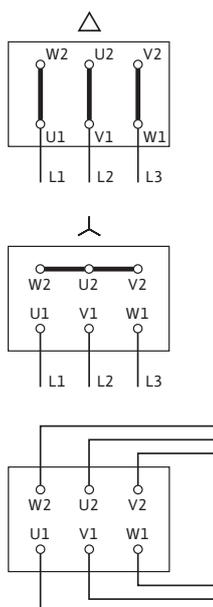

Fig. 12: Alimentarea electrică
- Schema de conectare electrică se găsește la capacul cutiei de borne (vezi și fig. 12).